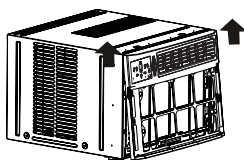

Fig.3A
5. Soulevez délicatement le panneau avant de l'unité (voir Fig. 3A).